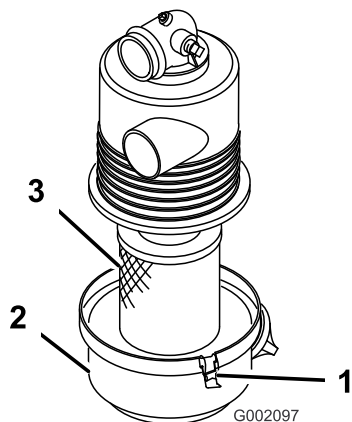

图12
1. 检查空气滤清器壳体是否有可能导致空气泄漏的损坏。确保盖子密封在空气滤清器壳体周围（图12）。
2. 松开将空气滤清器盖固定到空气滤清器外壳上的卡扣（图12）。
3. 从空气滤清器外壳上分离空气滤清器盖，并清洁盖子的内部（图12）。
3. 将空气滤清器滤芯插入空气滤清器外壳（图12）。
4. 将空气滤清器盖与空气滤清器外壳对齐（图12）。
5. 用卡扣（图12）将盖子固定到外壳上。